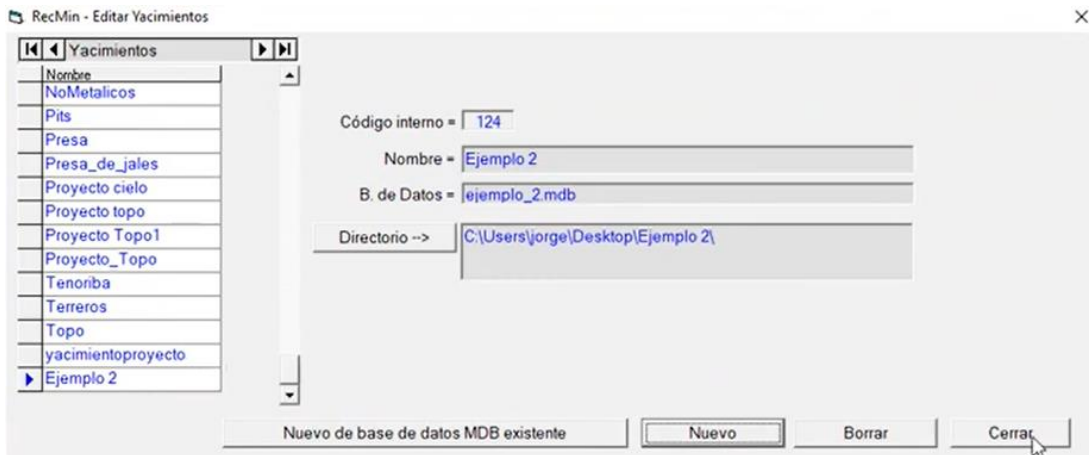

Figura 163. Editar yacimientos.
9. Una vez creado el proyecto, en la ventana de "Editar Yacimientos", presionar "Cerrar" para regresar al módulo de yacimientos. Figura 163.